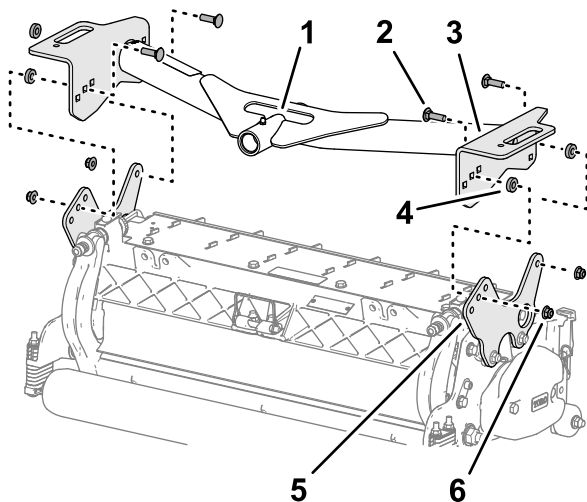

Рисунок 17
1. Совместите отверстия в пластинах передней несущей рамы с отверстиями в монтажных пластинах режущего блока (Рисунок 17).
2. Установите проставку между несущей и монтажной пластинами (Рисунок 17) и соедините пластины и проставку, не затягивая, с помощью каретного болта ($\frac{3}{8}$ x 1 $\frac{1}{4}$ дюйма) и фланцевой контргайки ($\frac{3}{8}$ дюйма).